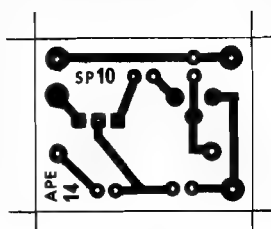

Fig. 2
- FIG. 2 - Lay out (tamanho natural) da plaquinha de Circuito Impresso (lado cobreado). Uma vez obtida ou confeccionada a placa, observar as INSTRUÇÕES GERAIS PARA AS MONTAGENS, conferindo a ausência de “curtos” ou lapsos que possam invalidar o funcionamento do SP10. Certificar-se, antes de começar as soldagens, de que a placa está corretamente furada e perfeitamente limpa...